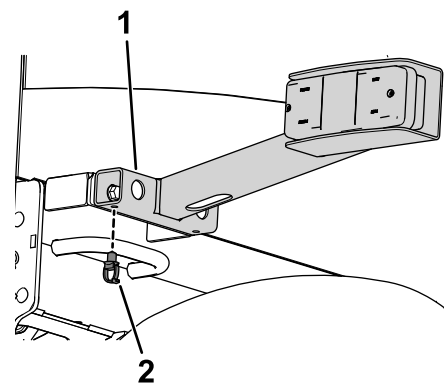
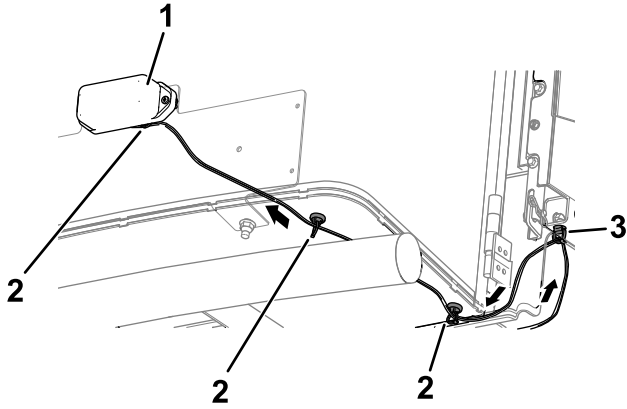

**Bild 17**
Bild 19
4. Verlegen Sie den Kabelbaum zur linken Seite der Maschine, wie in Bild 17 abgebildet.
5. Schließen Sie das Motorerdkabel des Kabelbaums am Erdungsblock an (Bild 17).
6. Schließen Sie den Kabelbaum an den rechten und linken Rücklichtern an (Bild 17).
- Schließen Sie den langen Adapterkabelbaum an den Lampen des Nummernschilds an. (Bild 17 und Bild 19).
In Bild 19 finden Sie die entsprechende Stelle für die Befestigung des Magnetverbindungsstücks an der Maschine. Platzieren Sie einen Magnet an der Innenoberfläche der Nummernschildbefestigung. Verlegen Sie den Adapterkabelbaum durch den Bindenclip, den Sie im vorherigen Schritt eingesetzt haben.
- Verlegen Sie den Kabelbaum entlang der rechten Rahmenschiene (Bild 17).
- Schließen Sie den Kabelschuh am Anlasser an (Bild 17).
- Schließen Sie den Kabelbaum an der Rundumleuchte an (Bild 17).
- Schließen Sie den Kabelbaum am Neutralschalter an (Bild 17).